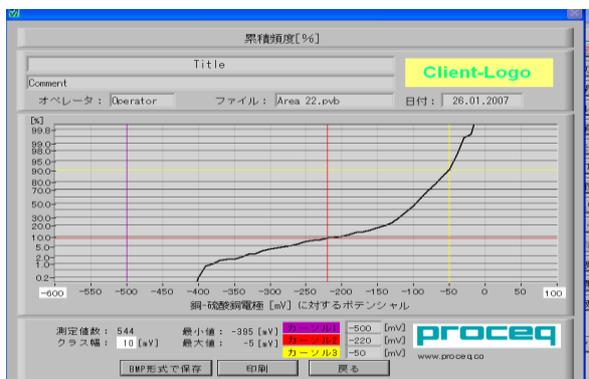

図:4
- 蓄積周波数は図:4 の様に測定データを別の形で表示します。